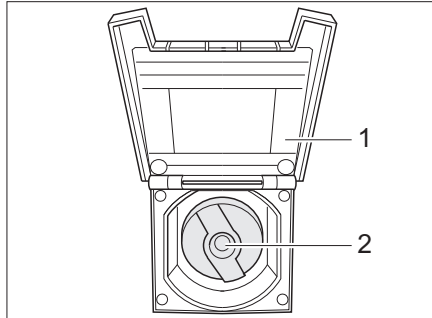

Bild 138 Verschlussdeckel für Trinkwasser-Einfüllstutzen
- Verschlussklappe (Bild 138,1) zum Trinkwasser-Einfüllstutzen öffnen.
- Schlüssel in Schließzylinder (Bild 138,2) stecken und eine viertel Umdrehung entgegen dem Uhrzeigersinn drehen.
- Verschlussklappe (Bild 138,1) schließen.
- Trinkwasser-Einfüllstutzen (Bild 138) öffnen.